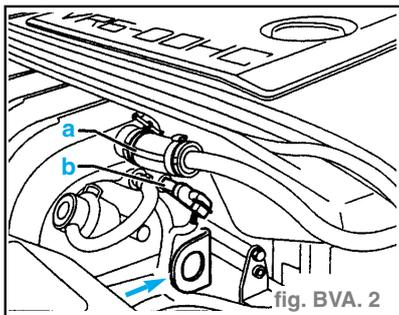

fig. BVA. 2
- Sur les véhicules avec moteur 6 cyl., déposer la conduite de dépression -a- et la fiche -b- avant d'accrocher le dispositif de maintien dans l'œillet (flèche). (fig. BVA. 2)